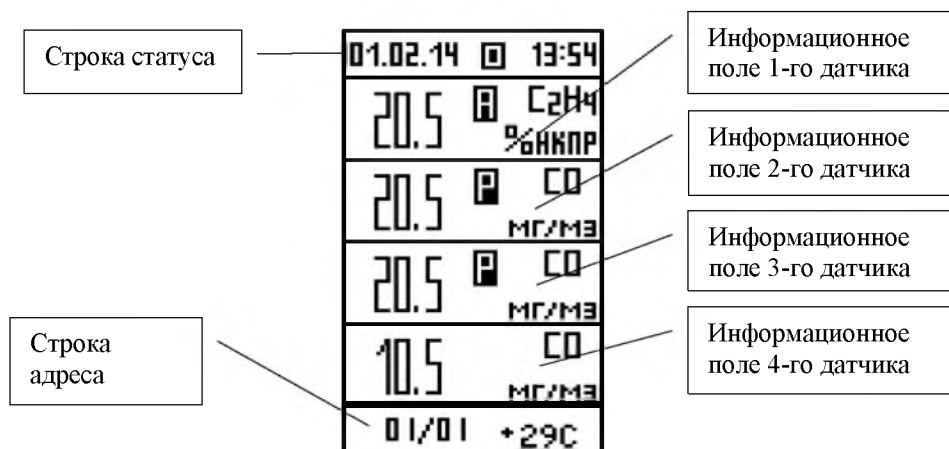

Рис. 18 Основной слайд состояния Сигнализатора на ЖК индикаторе.
2.5.1 Основной слайд состояния Сигнализатора в режиме измерения представлен на рис.18.